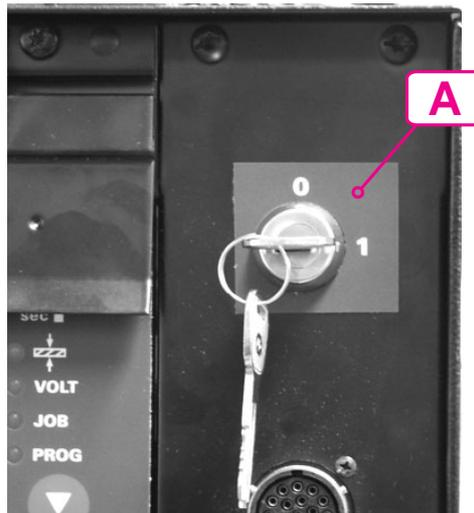

Abb. 4 Aufkleber
- Aufkleber wie in Abb. 4, A dargestellt aufkleben